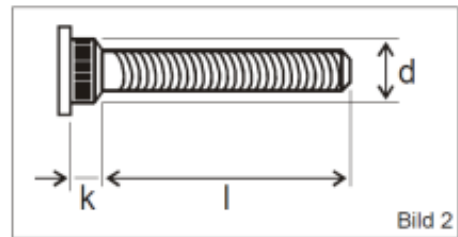

Bild 2
1. Das **Pro-Spacer** System 5 wird komplett mit allen benötigten Anbauteilen geliefert. Es ist jedoch unbedingt notwendig einige Größen dieser Anbauteile zu verifizieren. Achten Sie insbesondere darauf, dass die Rändellänge (k) und der Rändeldurchmesser (d) (Bild 2) der Eibach-Spezial- Rändelbolzen den Originalrändelbolzen entspricht. Neben der Form ist die Gewindegröße mit ihrem spezifischen Gewindedurchmesser und der Gewindesteigung zu verifizieren.